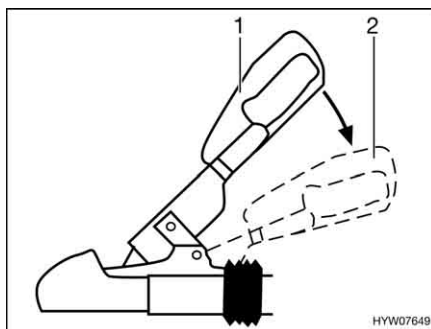

Fig. 141 Maniglia di stabilizzazione
- Attivare il dispositivo di stabilizzazione. A tal fine, premere la maniglia del gancio dalla posizione chiusa (Fig. 141,1) verso il basso (Fig. 141,2) fino all'arresto.